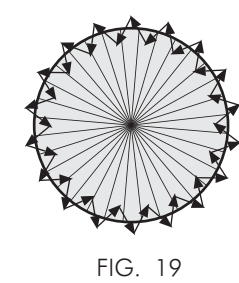

FIG. 19
- 4.2.4 Déplacez-vous de l'extérieur à l'intérieur la configuration de détection jusqu'à ce que le voyant rouge LED s'allume pendant et environ 2 secondes s'éteigne ensuite. Le prochain déclenchement devrait se produire dans un intervalle de 2 secondes (Voir FIG.19).